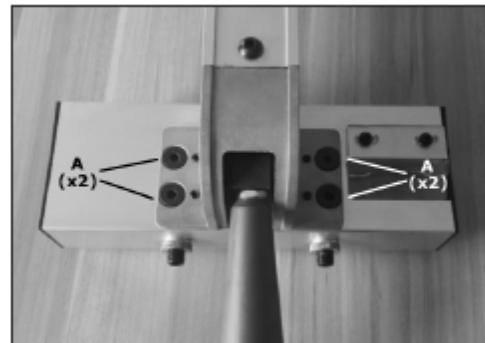

Рис. 35
5. Если параллельный упор не параллелен пильному диску, ослабить четыре регулировочных винта, расположенные сверху и спереди параллельного упора (рис. 35, А).